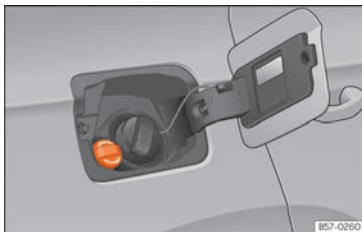

Abb. 280 Verschlussdeckel des AdBlue-Tanks
- Öffnen Sie die Tankklappe »» **Abb. 280**.
- Verschlussdeckel SCR-Einfüllstutzen nach links drehen »» **Abb. 280**.